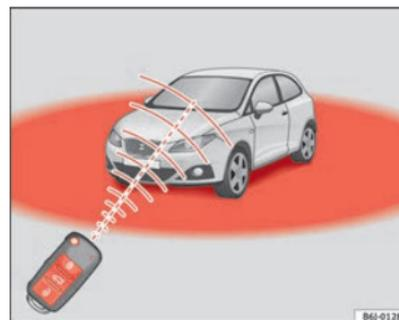

Abb. 46 Wirkungsbe-
Zudem blinkt die Batterie-Kontrollleuchte des Schlüssels \Rightarrow Abb. 46 auf.
- Die Funk-Fernbedienung funktioniert nur innerhalb ihres Wirkungsbereiches ⇒ Abb. 46.